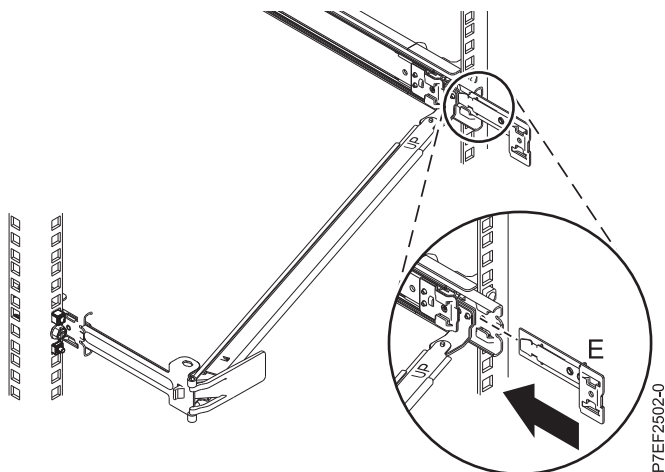

Abbildung 13. Erweiterungshalterung in der Schiene installieren
5. Schieben Sie die Erweiterungshalterung (**E**) in die rechte Schiene, bis der gefederte Stift einrastet. Einzelheiten finden Sie unter Abb. 13 auf Seite 10.